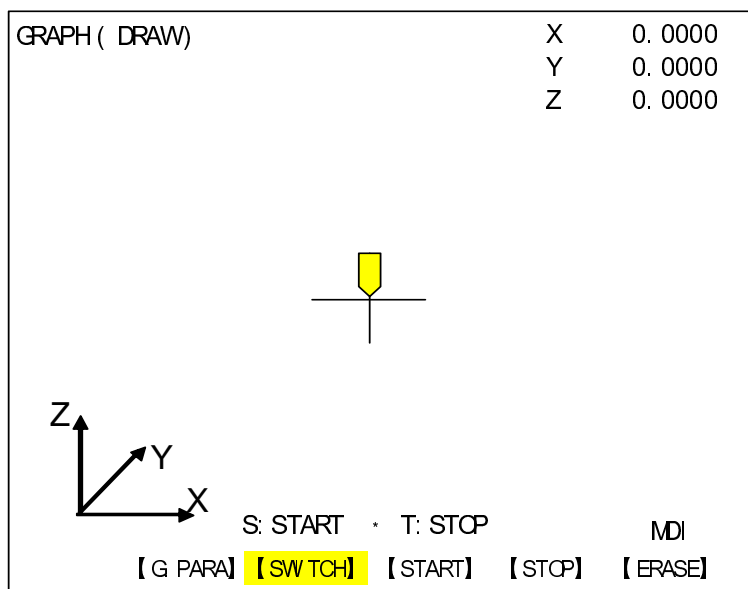

Fig. 3-6-2
2) Página do gráfico Pressione **【GRAPH】** para entrar nesta página (vide Fig.3-6-2):